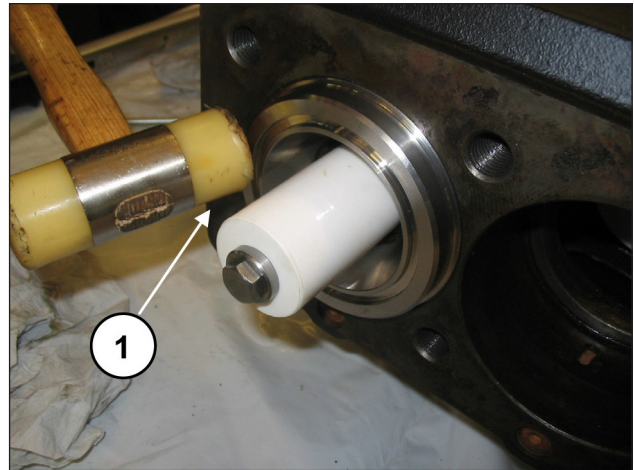
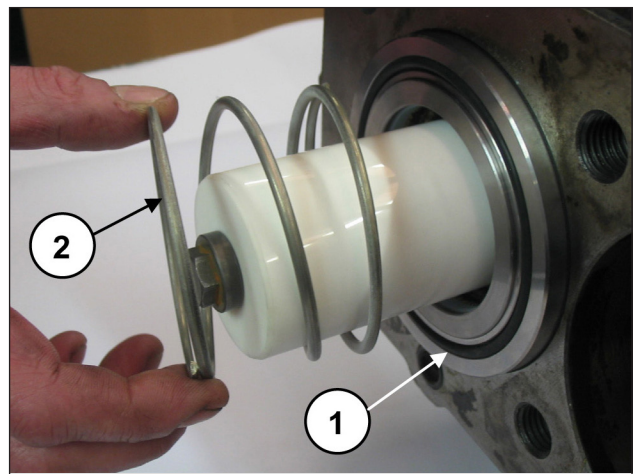

Fig. 181
Fig. 182
S'assurer que le dispositif de blocage chemise-support se positionne correctement au fond du logement (rep. ①, Fig. 181); monter le joint torique à l'avant de la chemise et le ressort (rep. ①Ⓞ, Fig. 182).